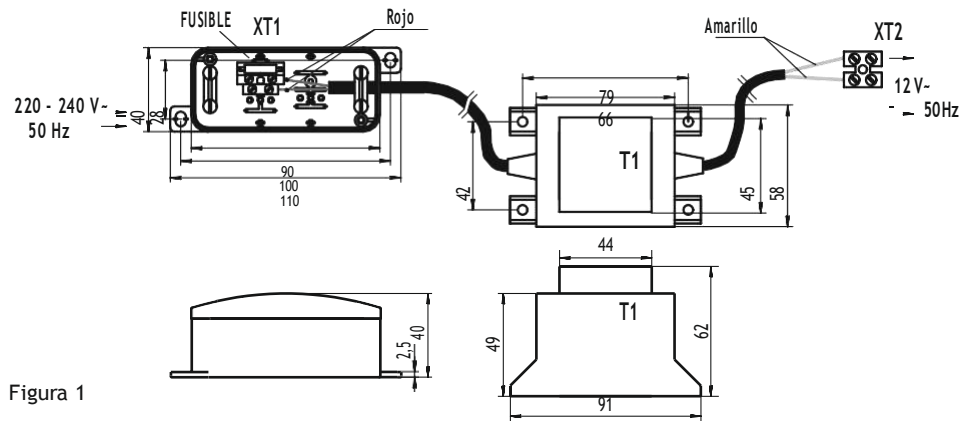

Figura 1
- Sacar el portafusibles de seguridad del bloque de bornes XT1 (vea la figura 1) y sustituir el fusible de seguridad por el de repuesto.